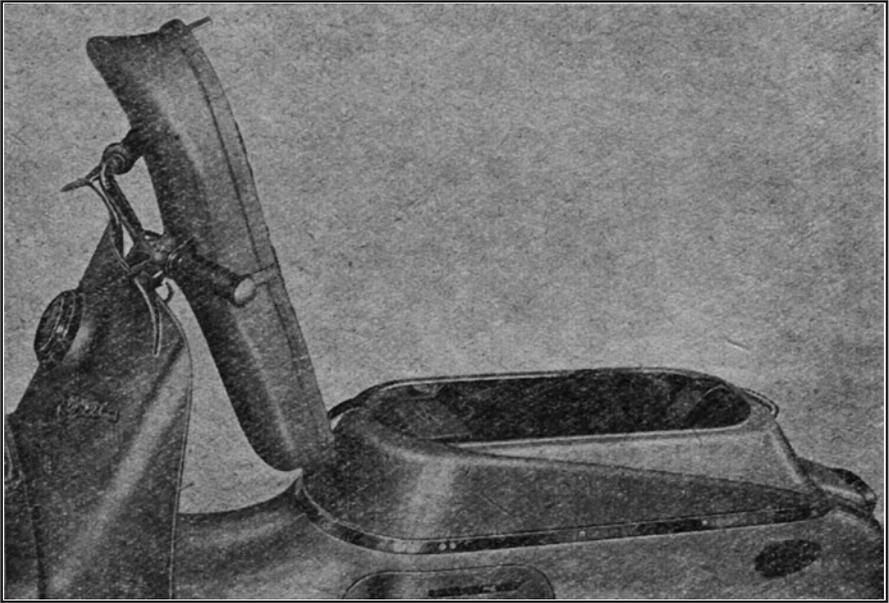

Abb. 47. Werkzeugkasten
16. DEMONTAGE DES WERKZEUGKASTENS (Abb. 47)